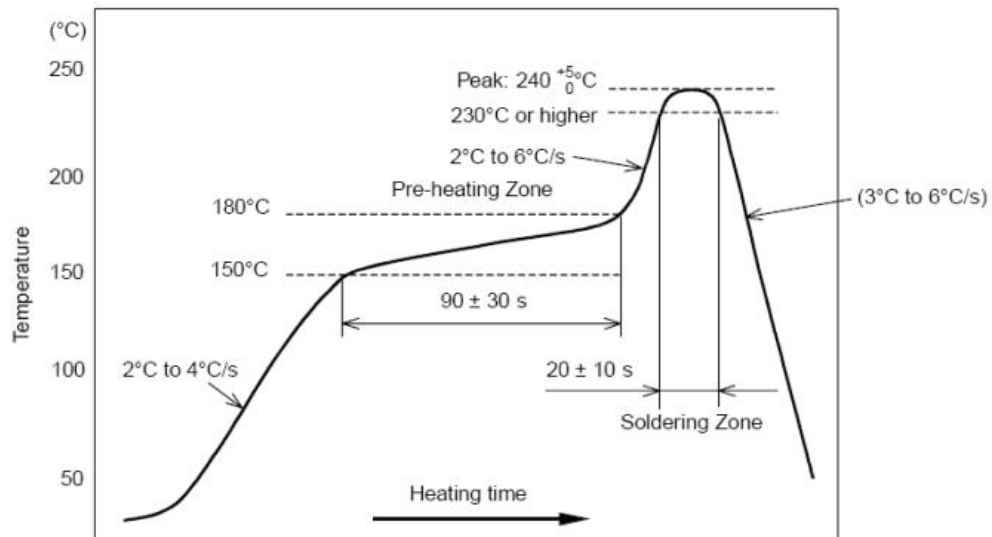

图 4. 部件的焊接耐热性温度曲线(焊接点)
- 2、允许回流焊次数：2次，基于以下回流焊(条件)(见图4)；
- 3、温度曲线：回流焊应按照下列温度曲线(见图4)；